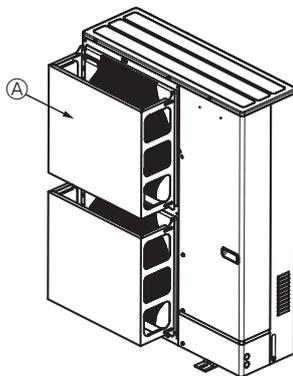

Fig. 2-4
- ② Paigaldage valikuline kaitsevari, kui seade paigaldatakse kohta, kus nt orkaanimis tugevad tuuled võivad otse õhu väljalaskeavasse tungida. (Fig. 2-4)